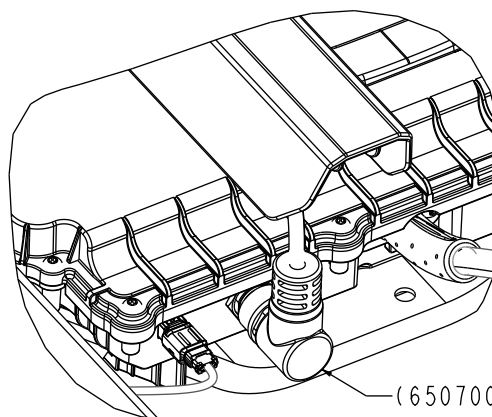

Figure 114 –
7. Retirer la FEIB pour indiquer l'état de l'ensemble de câble spiralé du module externe (650700080862) (Figure 114).